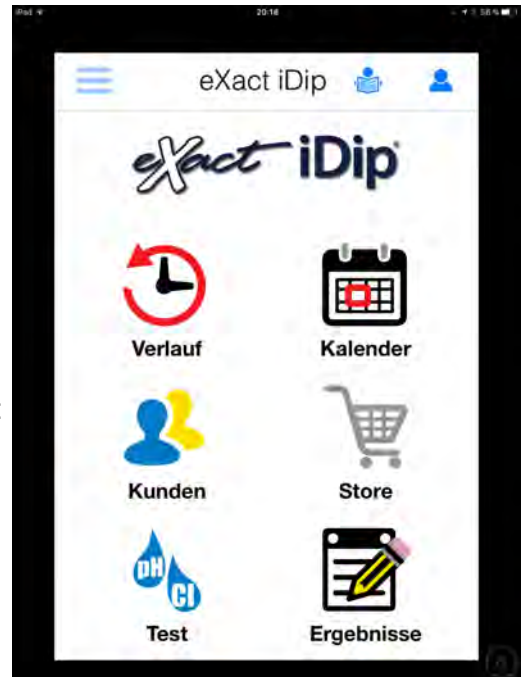

Abb. 3. Startbildschirm exact iDip-App.
2. 5 Teststreifenbehälter mit folgenden Tests: Gesamthärte, Calcium-Härte, Sulfattest, Chlorid-Test und Gesamt-Alkalinität. Die Tests können beliebig erweitert werden: neben den Teststreifen (cf. Info > Tests and Reagents) benötigt man noch die dazugehörige Software, die im App-Store (vgl. Abb. 3) > Testidip > Wahl der gewünschten nachzuweisenden Substanz im exact-iDip-App gegen Bezahlung herunter geladen werden kann
- exact iDip-App auf Smartphone/oder Tablett öffnen (cf. Startbildschirm Abb. 3)